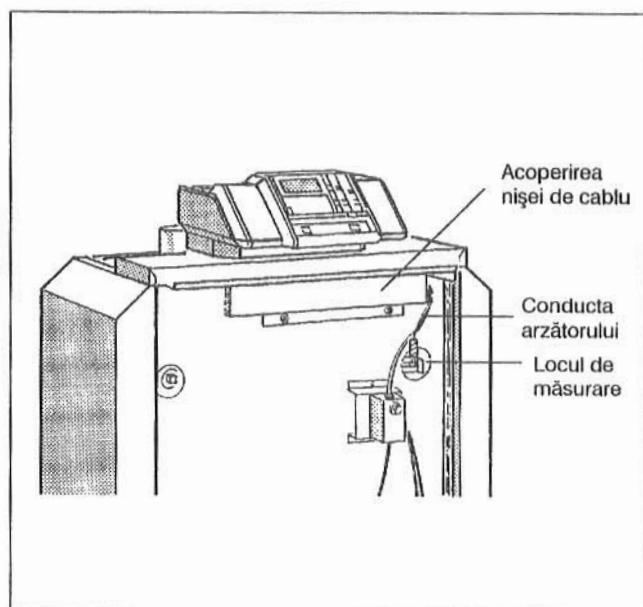

Fig. 9: Partea frontală a cazonului
- Se desurubează acoperirea nișei de cablu (Fig. 9).
- Conductele capilare ale senzorului de măsurare al temperaturii și, la reglarea "Ecomatic" conducta senzorului de măsurare al temperaturii apei cazonului, se vor conduce pe sub capota frontală a cazonului spre locul de măsurare din față. Se va derula numai atât cât este necesar (Fig. 9).
- Conducta arzătorului se va conduce prin nișa cablului și pe sub capota din față a cazonului în spate spre partea de racordare a aparatului de reglare (Fig. 9).